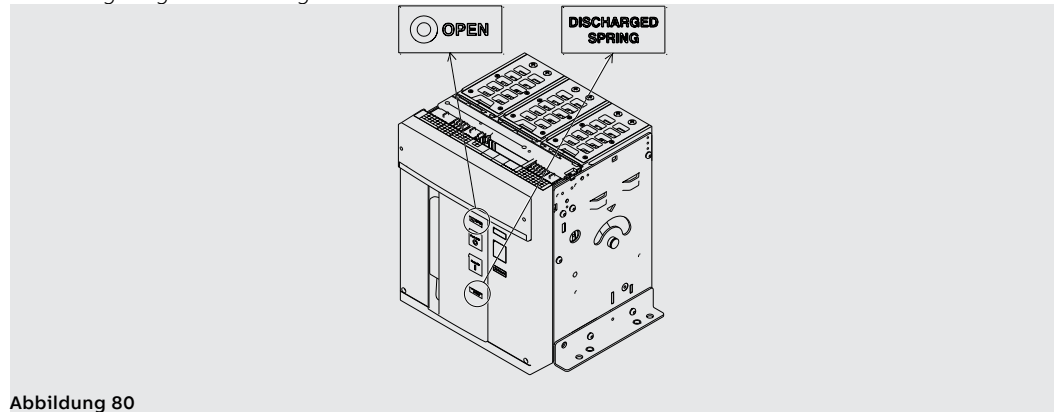

Abbildung 80
7. Sicherstellen, dass der Leistungsschalter ausgeschaltet ist (Anzeige aus/ein "O - OPEN"), und prüfen, dass die Federn entspannt sind (Federnanzeige "weiß - DISCHARGED SPRING") wie angezeigt in Abbildung 80.